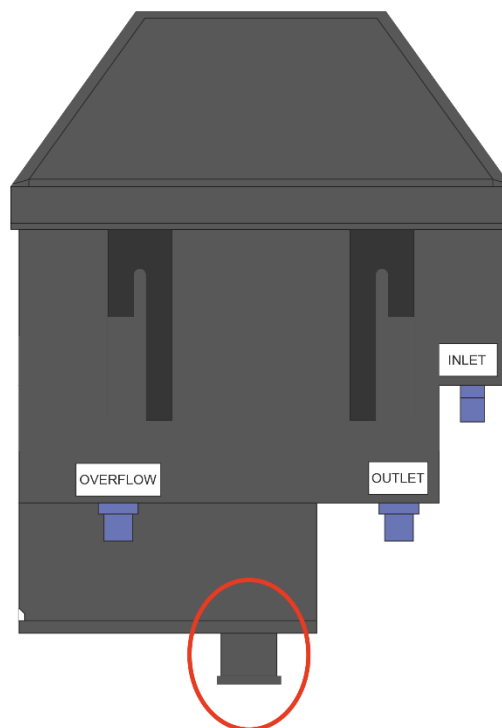

Figura 5.1 Desagote
- i) Se abre la salida de desagote del equipo que puede verse en la parte inferior de la figura 5.1 y se deja salir todo el líquido que este contenido en el sensor.